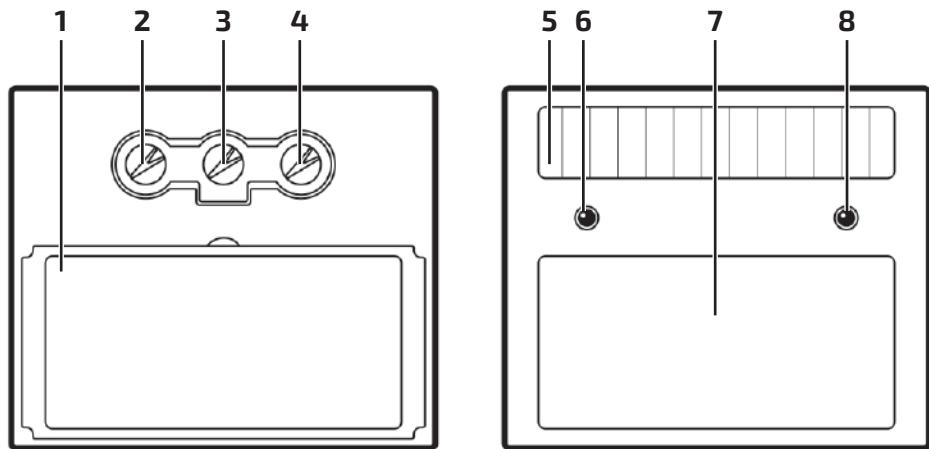

Рис. 6.2. Светофильтр А25.
2. Автоматический светофильтр (см. рис. 6.2).
На рис. 6.2 показан светофильтр модели А25.